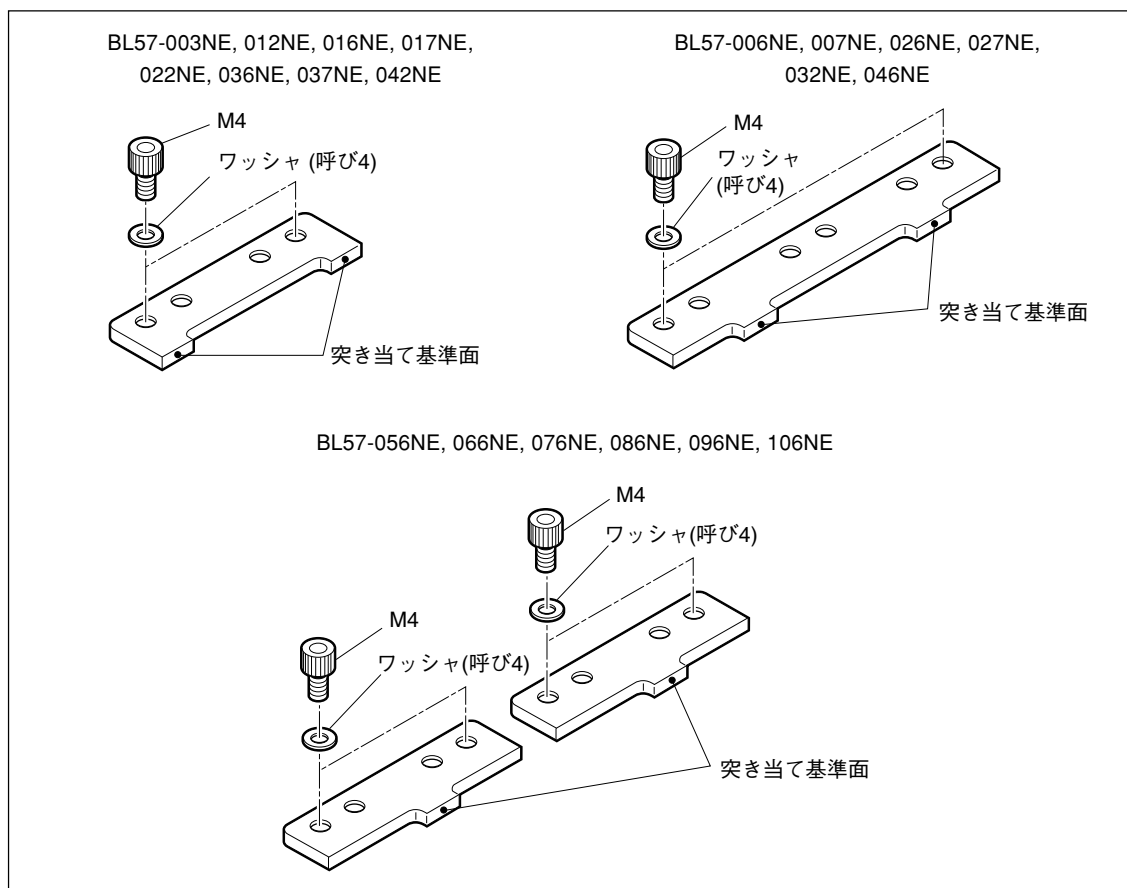

図3-5
- 4** スケールをスケールクランプと取付面の間に挿入し、突き当て基準面 (図3-5参照) に軽く押し当てます (注意)。基準面に押し当てながら図に示すスケールクランプ (2個使いのものは左側のスケールクランプのみ、3個使いのものは中央のスケールクランプのみ) の取付ねじをA→B→A・・・の順序で交互に少しずつ締め付けていきます。(最終締め付けトルク 1.4 N・m)